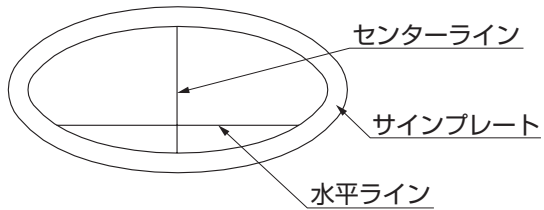

図5-1
①サインプレートにあとから消せる物で、センターラインと水平ラインを引いてください。(図5-1参照)